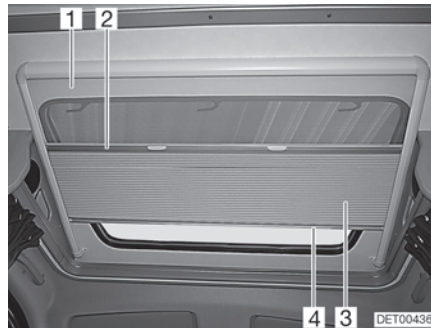

Bild 59 Dachfenster
**Faltverdunklung** Die Faltverdunklung (Bild 59,3) ist mit dem Insektenschutz (Bild 59,1) fest verbunden.
- Die Faltverdunklung in der Mitte des Abschluss-Stabes (Bild 59,4) fassen und vorsichtig nach unten ziehen.
- Die Faltverdunklung am Abschluss-Stab (Bild 59,4) langsam zurückführen.
- Den Insektenschutz in der Mitte des Abschluss-Stabes (Bild 59,2) fassen und vorsichtig ganz nach unten ziehen.
- Den Insektenschutz am Abschluss-Stab der Faltverdunklung (Bild 59,4) langsam zurückführen.